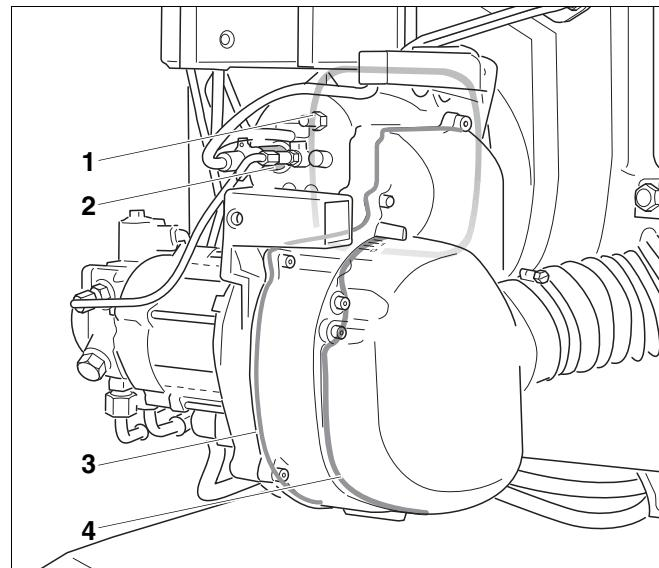

Рис. 41 Дополнительное уплотнение Logatop BE RLU
- плоское уплотнение фланца горелки (рис. 41, **поз. 1**)
- уплотнение шумоглушителя (рис. 41, **поз. 4**)
- уплотнение основания корпуса круглым шнуром (рис. 41, **поз. 3**).
- держатель датчика пламени (рис. 41, **поз. 2**).